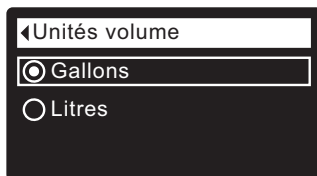

FIG. 58
5. Appuyez sur le sélecteur (O) pour afficher le menu des unités de volume (cf. Figure 58).
6. Si le cercle vis-à-vis de l'unité souhaitée a déjà un point (cf. Figure 58), passez à l'étape 7. Sinon, appuyez sur le bouton BAS (▼) ou HAUT (▲) pour passer à l'autre unité, puis sur le sélecteur (O) pour confirmer votre choix.
7. Appuyez sur le sélecteur (O) : l'afficheur revient au menu des préférences utilisateur.